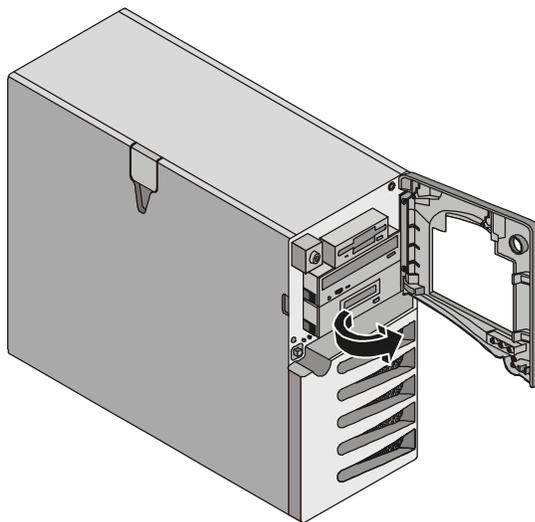

Figure 3-2. Panneau supérieur (ouvert)
- Le verrou, le bouton d'alimentation et les indicateurs d'état du système et du réseau local sont situés sous le panneau frontal supérieur. Voir Figure 3-2.
3. Maintenez le panneau supérieur au niveau de l'encoche sur le panneau latéral et faites-le pivoter pour l'ouvrir vers la droite. Voir Figure 3-2.